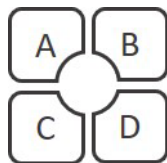

图 7. 安捷伦 Seahorse XF 探针板加药口的位置和编号
- 4 根据表 10，每个加药口上样 25 μL 化合物溶液。加药口位置请参阅图 7